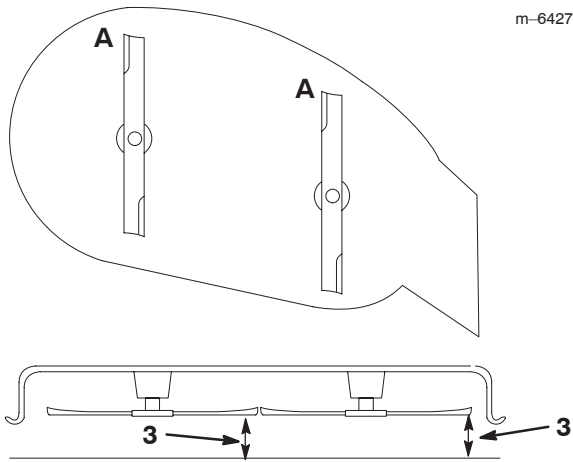

Figure 26
1. Tournez les lames pour qu'elles soient toutes dirigées dans le sens longitudinal (Fig. 26). Mesurez la distance entre la surface plane et le tranchant des lames (position A) (Fig. 26) et notez cette valeur.